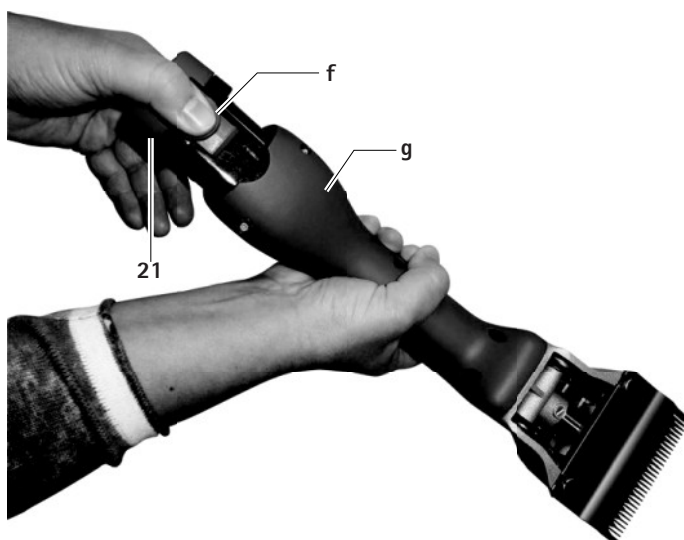

Fig. 1
- Tenere la tosatrice ad accumulatore **g** con la testa di tosatura rivolta verso il basso, in modo che l'accumulatore a ioni di litio 21 non cada quando viene staccato, vedere Fig. 1.